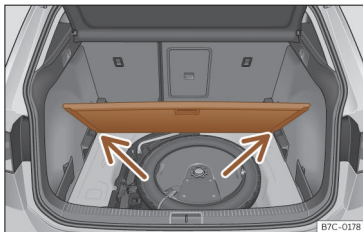

Fig. 163 Plancher modulable du coffre à bagages : position inclinée.
- Appuyez le plancher contre les logements prévus à cet effet >>> **fig. 163** (flèches).